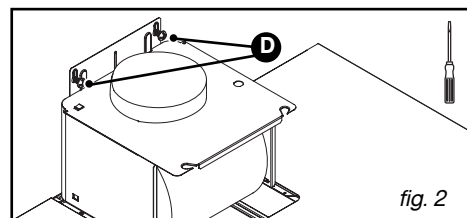

fig. 2
– Fixe o exaustor por meio dos 2 parafusos (D/fig.2).
– Monte a válvula de retenção na saída do motor (fig.2). Esta válvula de retenção permite obstruir a entrada de ar vindo do exterior.